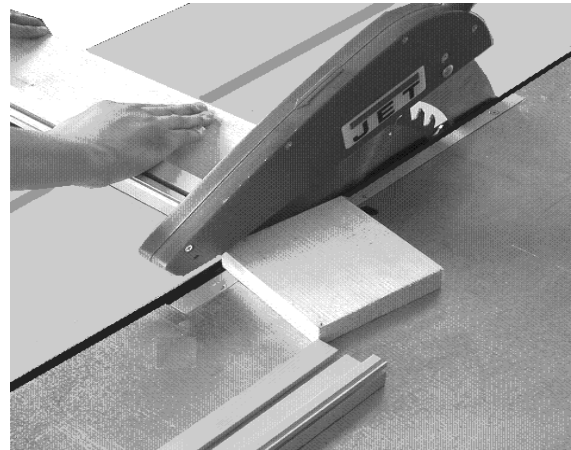

Fig 23.1
-Pour les coupes transversales avec le guide de scie, régler ce dernier de façon à ce que le rail fixe et la lame ne se superposent pas. Ceci évite que des pièces se coincent entre la lame et le rail fixe (voir Fig 23.1).